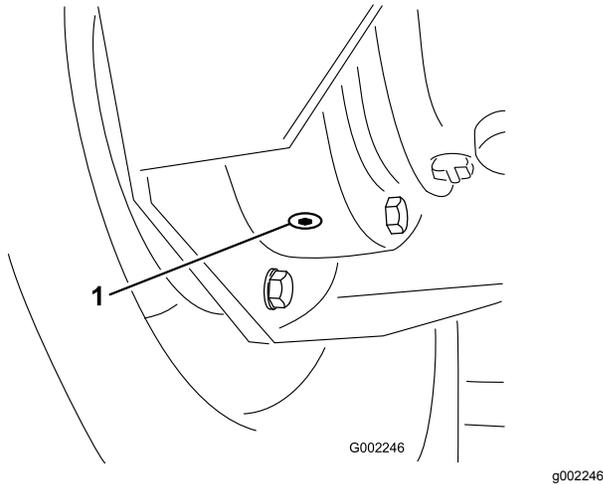

Figura 81
4. Posizionate una bacinella di spurgo sotto il tappo di spurgo interno e rimuoveteli (Figura 81).